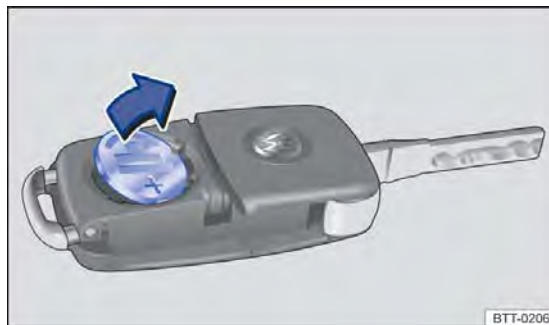

Fig. 24 Chave do veículo com comando remoto: remover a bateria.
- Remover a bateria do alojamento da bateria com uma ferramenta adequada → Fig. 24.
- Posicionar a nova bateria conforme indicado → Fig. 24 e pressionar no sentido contrário ao da seta para dentro de alojamento da bateria → ⌚.